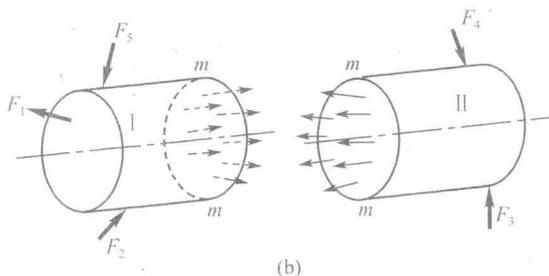

图 1-1
1.1 对图 1-1 所示的钻床, 试求 $n-n$ 截面上的内力。